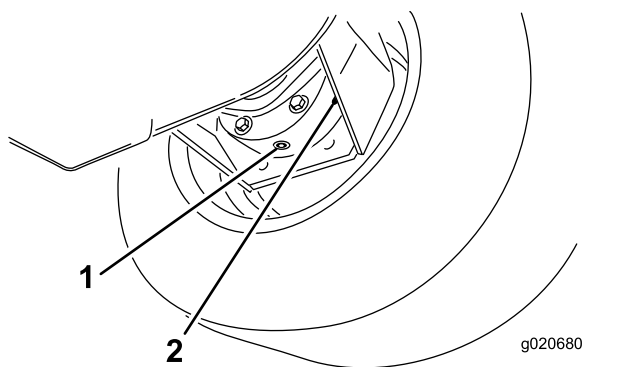

Рисунок 89
3. Подставьте поддон под корпус тормоза, снимите пробку сливного отверстия и дайте маслу стечь (Рисунок 89).